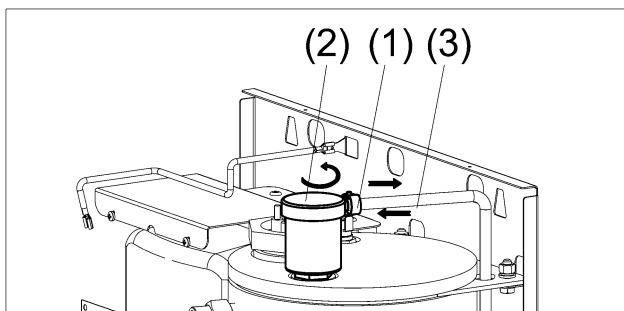

Рисунок 15. Замена автоматического воздухоотводчика
- (1) Снимите проволоочный хомут и отсоедините сбросной шланг от воздухоотводчика (см. рис. 15).
- (2) Выверните воздухоотводчик из теплообменника.
- (3) Вверните новый воздухоотводчик в теплообменник, при этом используйте новую уплотнительную прокладку.
- (4) Подсоедините сбросной шланг к воздухоотводчику, установите проволоочный хомут.
- (5) Проверьте герметичность соединений.